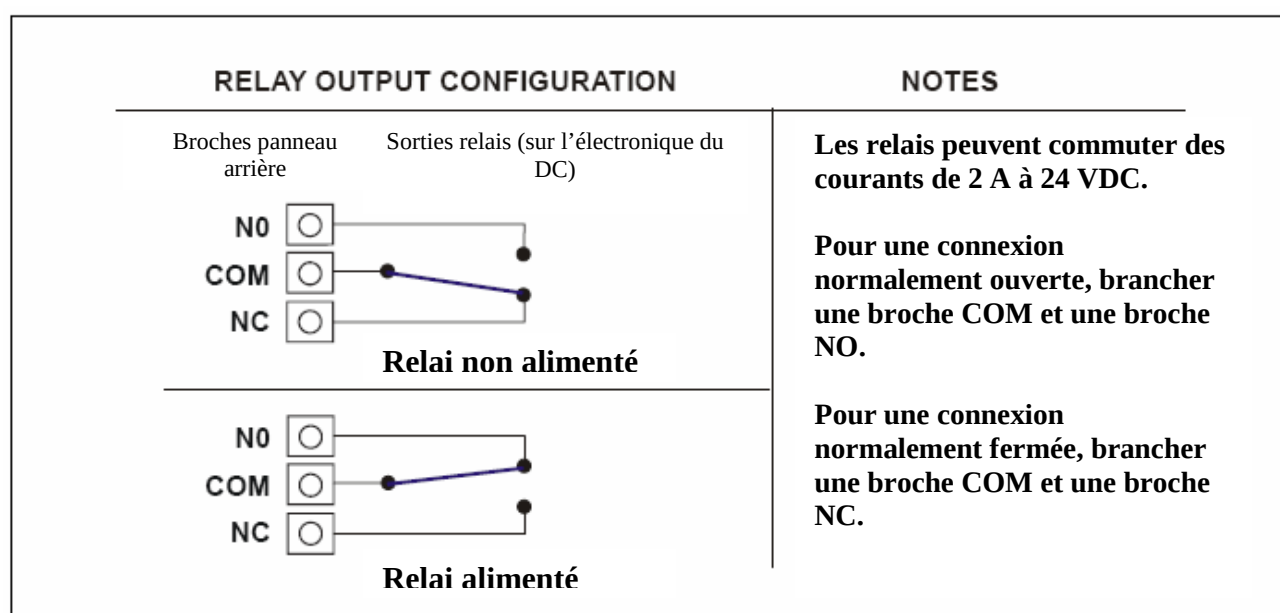

Figure 2.46. Configuration des sorties relais.
En fonction des broches branchées, la connexion relais peut être soit normalement ouverte (NO), soit normalement fermée (NC) (voir figure 2.46).